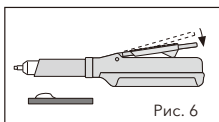

Рис. 6
2) Для зміни кількості видавлюваного матеріалу посуньте повзунок вперед чи назад. Положення повзунка для дозування підкладочного матеріалу (Рис. 6).